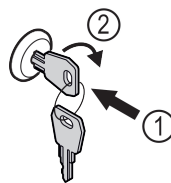

Fig. 129
- ▶ Włożyć kluczyk Fig. 129 (1).
- ▶ Przekręcić kluczyk o 90° w prawo Fig. 129 (2).